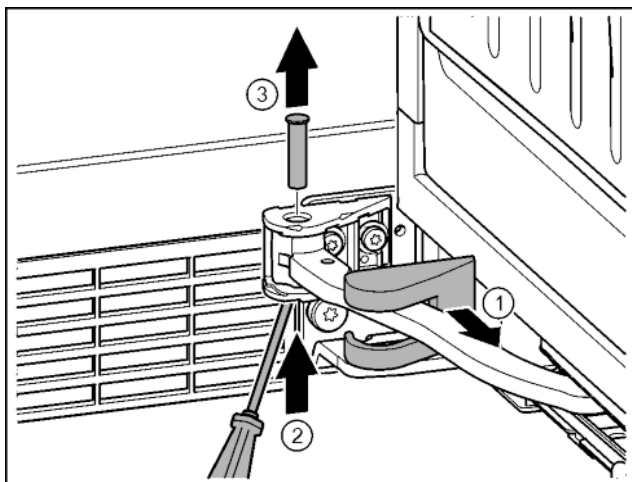

Fig. 15
- Retirer le cache du support de palier et le déplacer le long de l'articulation. Fig. 15 (1)
- Soulever par le bas le boulon avec un doigt ou un tournevis. Fig. 15 (2)
- Placer le tournevis sous la tête du boulon et le sortir. Fig. 15 (3)